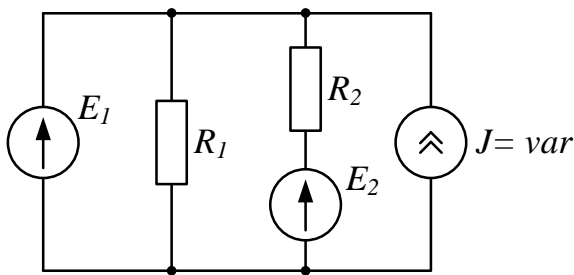

Рис. 2
2. Проанализировать влияние тока источника тока \mathcal{E} на токи ветвей схемы (рис. 2).